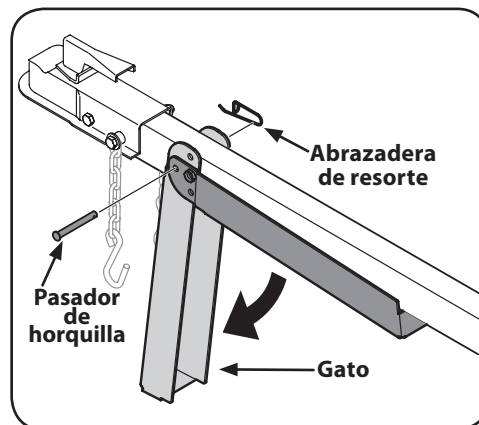

Figura 2-1
7. Retire del gato que está sobre la lengüeta la abrazadera de resorte y el pasador de horquilla y luego gire el gato hacia el suelo, hasta la posición de operación. Vea la Figura 2-1.
8. Sujete el gato en su lugar con el pasador de horquilla y la abrazadera de resorte. Vea la Figura 2-1.